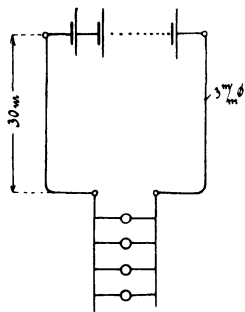

Fig. 26.
106. Eine Beleuchtungsanlage besteht aus 36 [55] (110) hintereinander geschalteten Akkumulatoren von je 2 [1,95] (2,01) Volt elektromotorischer Kraft und 0,002 [0,0053] (0,004) Ω innerem Widerstande und 20 [22] (100) parallel geschalteten Glühlampen von je 80 [200] (900) Ω Widerstand. Die Glühlampen sind 30 [50] (800) m von der Stromquelle entfernt und mit dieser durch zwei Kupferdrähte von je 3 [2,5] (4) mm Durchmesser verbunden. (Fig. 26.)